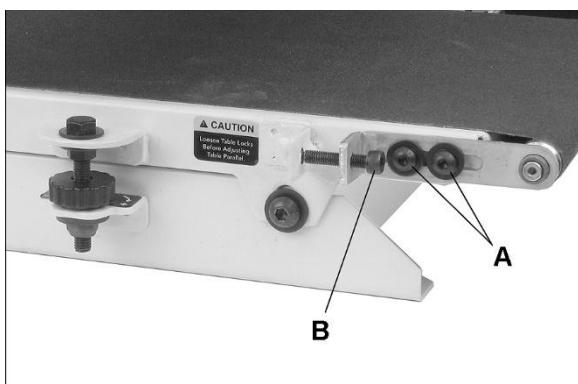

Figure 8-2: réglage tension de la courroie
1. Desserrez légèrement les quatre vis (A, Figure 8-2) du côté d'entrée du convoyeur, avec une clé hexagonale de 4 mm (deux vis de chaque côté).
2. Ajustez les vis de tension (Figure 8-2) avec une clé hexagonale de 5 mm. Faites-les des deux côtés du convoyeur pour obtenir une tension approximative égale des deux côtés de la courroie abrasive lorsqu'elle est tendue.
3. Serrez les quatre vis (A, figure 8-2).
4. Si la courroie «se déplace» d'un côté, desserrez légèrement les deux vis (A, figure 8-2) et serrez la vis
5. Lorsque le réglage est satisfaisant, serrez deux vis (A, figure 8-2).